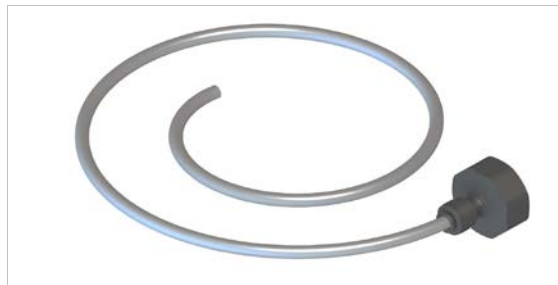

Imagen 7.4.5.1.1: Equipo de limpieza para la conexión al grifo (3/4“)
Utilice el equipo de limpieza (imagen 7.4.5.1.1) para la limpieza del depósito bajo presión (el equipo de limpieza aparece con la entrega).
- Prepare el equipo de limpieza (imagen 7.4.5.1.1) y el tubo de mantenimiento fuera del paquete de entrega.